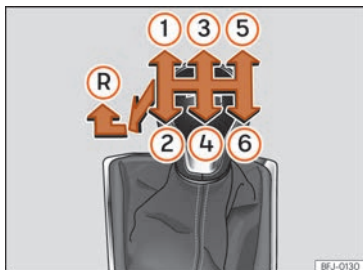

Abb. 161 Schaltschema des 6-Gang-Schaltgetriebes.
Auf dem Schalthebel sind die Positionen der einzelnen Fahrgänge dargestellt » **Abb. 161**.
- Schalthebel auf Leerlauf stellen und nach unten drücken, ganz nach links und dann nach vorne schieben, um den Rückwärtsgang » **Abb. 161**  einzulegen.